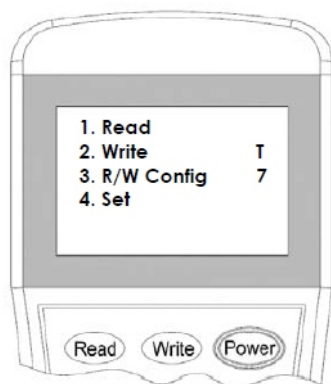

Figura 7
3. Pressione o botão “4” para entrar no modo Configuração (Figura 7).